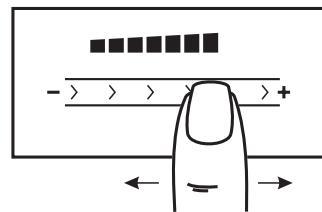

Рис.5
2. Выбор необходимого уровня мощности производится перемещением пальца по специальной поверхности ④ - «скользящая кнопка» (рис. 5). Когда уровень мощности меняется, звучит сигнал, а в окне выбранной конфорки отображается мощность от «0» до «9» и «P».
1. Работающую конфорку касанием зоны ② перевести в режим управления.
2. Перемещая палец по поверхности ④ - «скользящая кнопка» измените режим нагрева конфорки (рис. 5).